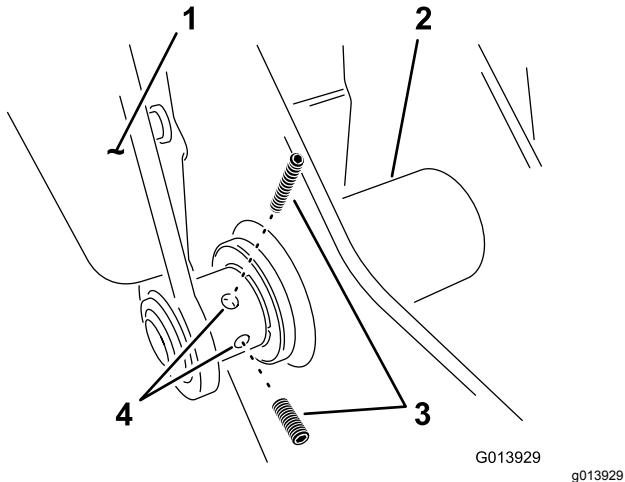

Figure 7
- Vissez 2 vis de maintien sur le bras gauche au point d'articulation inférieur (Figure 7).
6. Serrez les 2 vis de maintien sur le bras pivotant gauche ; voir la Figure 7 sous Montages des bras de berceau sur le cadre porteur \(page 7\).